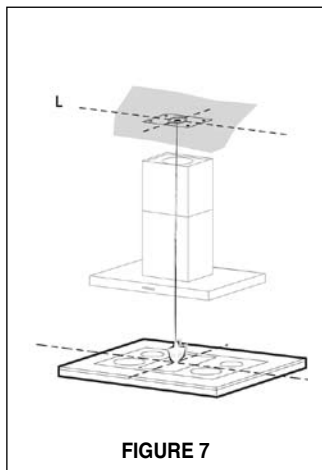

FIGURE 7
3. Un gabarit (L de la FIGURE 7) pour installer le support est fourni avec ce dernier. Utiliser ce gabarit pour marquer les trous du support au plafond.
4. Déterminer et faire toutes les coupes nécessaires pour les conduits. L'ouverture du conduit est illustrée sur le gabarit (L de la FIGURE 7). Installer les conduits avant de fixer le support. Le conduit n'est pas dans le centre exactement de le treillis.